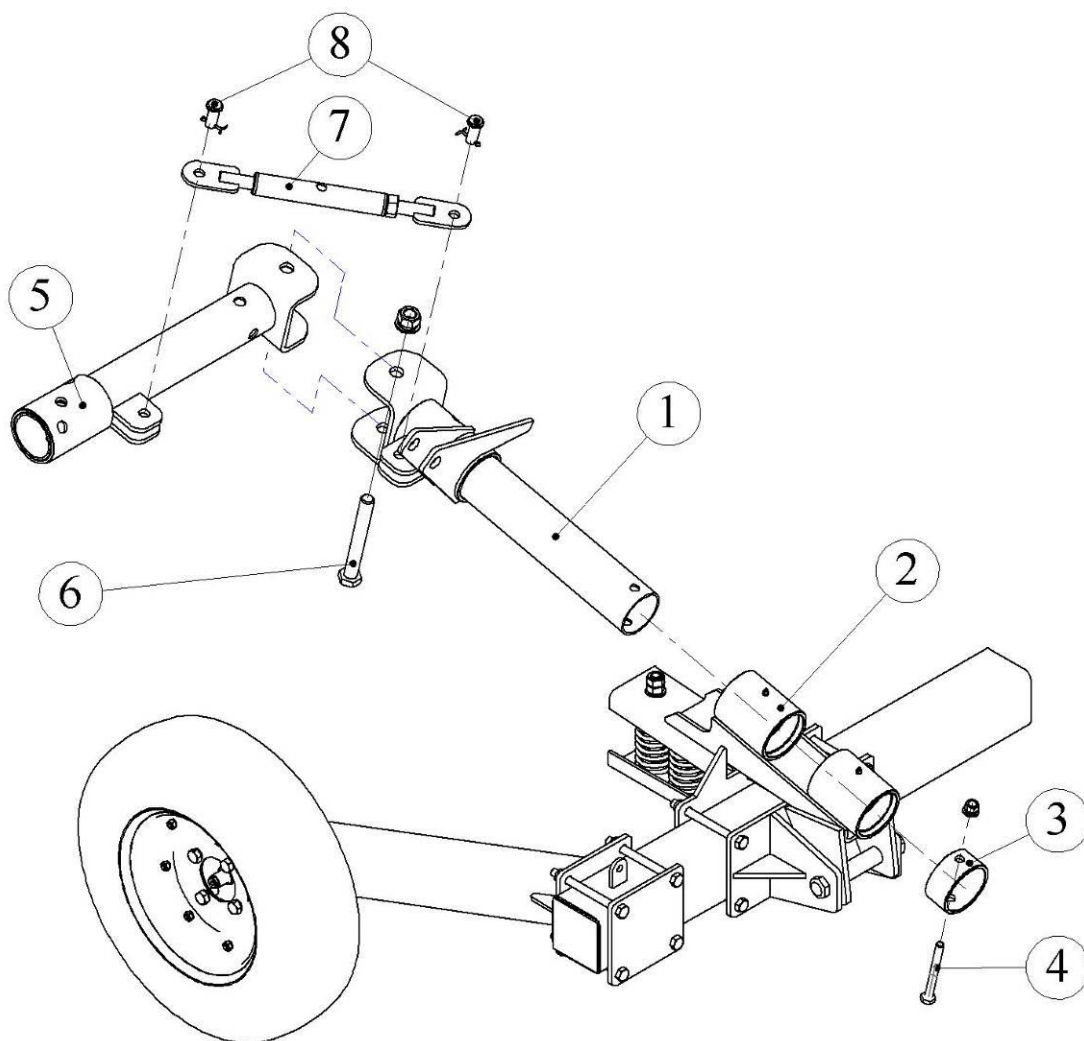

Рис. 4.2.2. Сборка рычагов ГКП-6
4.2.4. Вставьте рычаг поворотный (1) в корпус (2) как показано на рисунке рис. 4.2.2 и зафиксируйте его с помощью втулки (3) болтом (4) M12x110, гайкой M12, подложив шайбу плоскую и шайбу пружинную. Крепление предварительное, туго не затягивать.
Величина ширины захвата устанавливается в зависимости от требуемой ширины образуемого валка, путем регулировки талрепа (поз. 7, рис. 4.2.2).